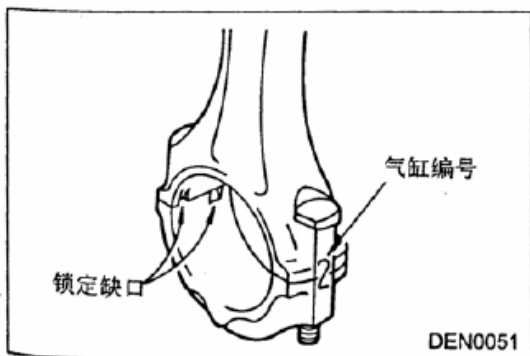

图 3-56
(6) 连杆盖的安装
a. 对准在分解时做的记号, 将轴承盖装到连杆上, 如果连杆是新的, 无标记, 则必须使轴承锁定缺口在同一侧 (见图 3-56)